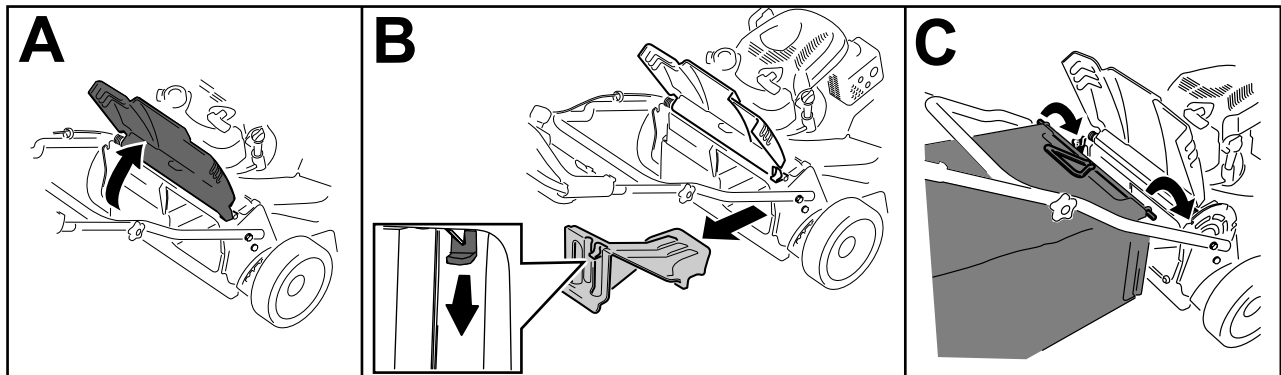

Bild 24
1. Heben Sie das hintere Ablenkblech an und halten Sie es hoch (A in Bild 24).
2. Drücken Sie zum Entfernen der Heckauswurfklappe den Riegel mit dem Daumen nach unten und ziehen die Klappe aus der Maschine (B in Bild 24).
3. Setzen Sie die Fangkorbstange in die Kerben an der Unterseite des Holms ein und bewegen den Fangkorb nach vorne und hinten, um sicherzustellen, dass die Stange richtig in den Kerben sitzt (C in Bild 24).